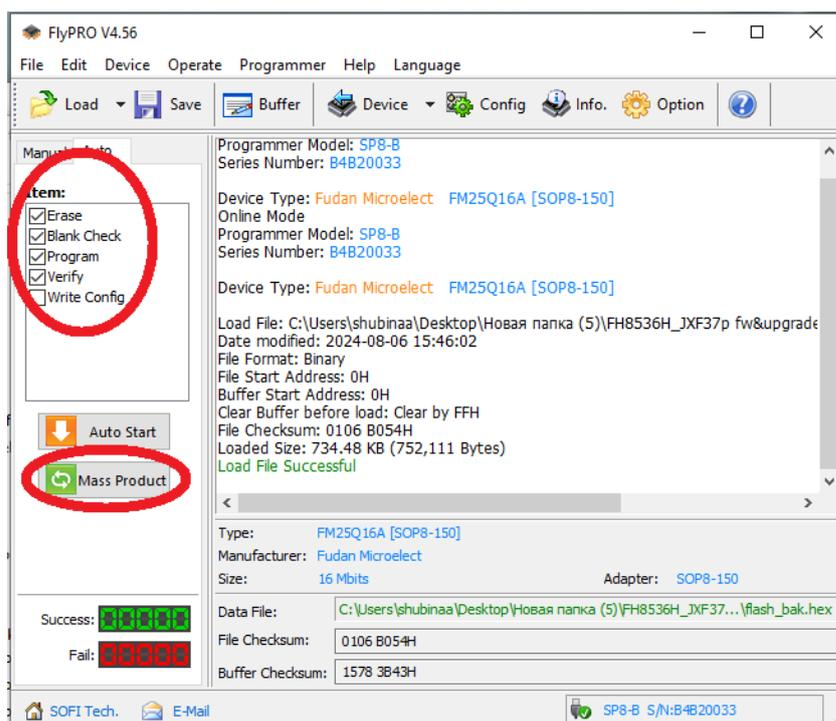

Рисунок 2
- в появившемся окне «Find Programmer» нажать кнопку «Connect(C)» для подключения к программатору. Успешное соединение с программатором отображается зелёной галкой в правом нижнем углу окна приложения см. рисунок 2.
3.2.3 Нажать на кнопку **Mass Product** см. рисунок 2.